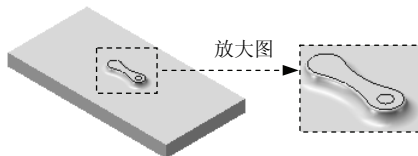

图 4.4.19 创建分割线 1
Step7. 创建图 4.4.19 所示的分割线 1。
- (1) 选择命令。选择下拉菜单 **插入(I)** → **曲线(C)** → **分割线(S)...** 命令，系统弹出“分割线”对话框。
- (2) 定义分割类型。在“分割线”对话框 **分割类型(T)** 区域中选中 **投影(P)** 单选项。